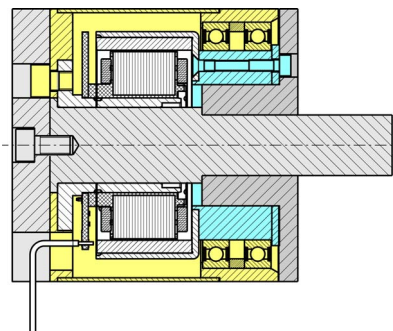

Abbildung 3-18 Endlage Stator/Rotor
- Fahren Sie fort bis der Rotor vollständig im Stator liegt (→Abbildung 3-18).